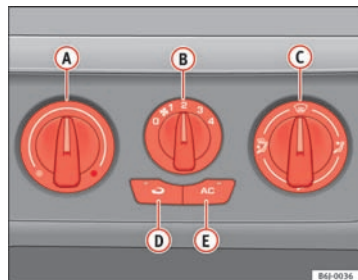

Fig. 94 I instrumentpanelet: betjeningslementer til airconditionanlæg
- Du kan indstille temperaturen, blæsertrinet og luftfordelingen med drejekontakterne ⇒ Fig. 94 **A** og **C** og med kontakten **B**.